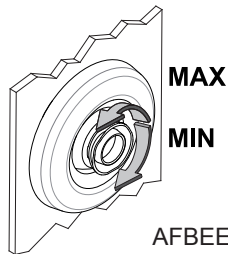

AFBEELDING 2
Gebruik een 7mm steeksleutel en sluit de draad van het huis' equipotentiale circuit (A) met een M5 vierkante moer (Q), een ring (R) en een zeskantmoer M5 (D) aan het badframe (V), zoals aangegeven op Afbeelding 2.